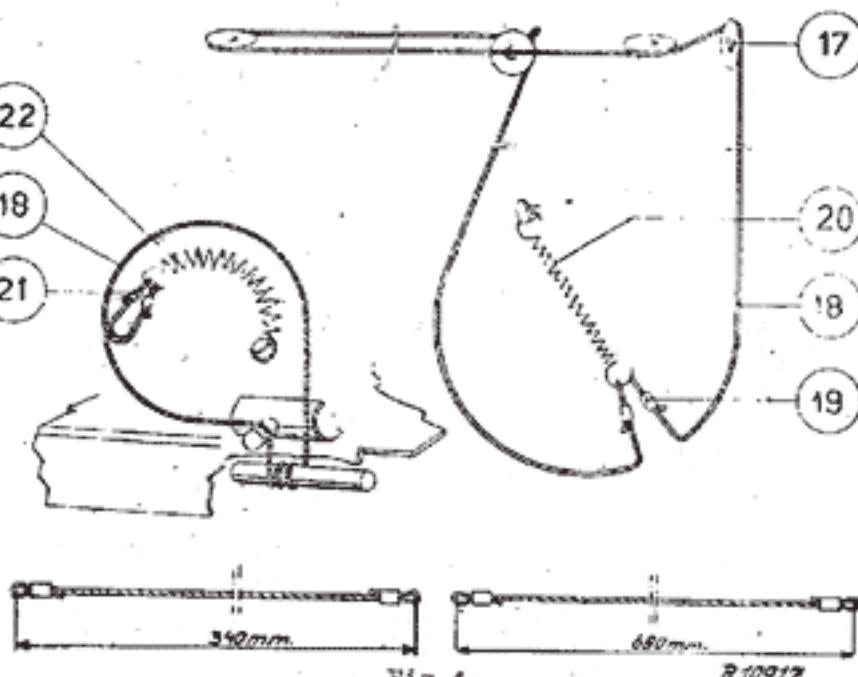

Fig.4
4. De snaar oorst over de linker rolletjes leiden, vervolgens over rechter rolletjes met behulp van een speciaal hankje (zie fig.4).